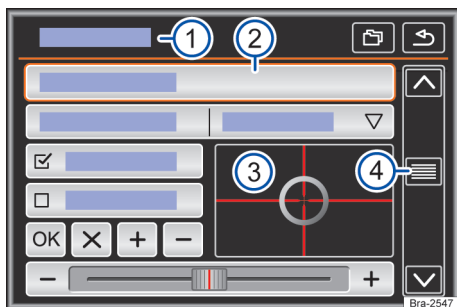

Fig. 112 Representação esquemática: vista geral das possíveis superfícies de função no display.
As superfícies de função iniciam funções ou abrem outros submenus. Em submenus é indicado, na linha do título, o menu atualmente selecionado → Fig. 112 (1).